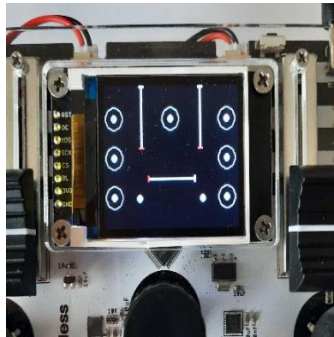

Fig.37
- Rotiți encoderele pe rând până ce pe display apare culoarea roșie în dreptul fiecăruia (Fig.37);